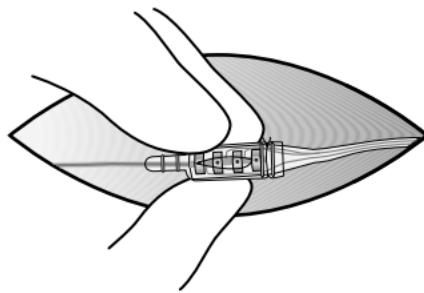

Figure 16. Maintenez le bloc connecteur à vis de fixation entre le pouce et deux doigts.
5. Maintenez chaque bloc connecteur à vis de fixation fermement entre le pouce et deux doigts afin d'éviter toute rotation lors du desserrement des vis de fixation (Figure 16).